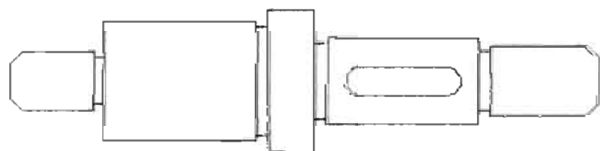

图 10-141
(10) 绘制两条连接圆弧的水平直线, 如图 10-141 所示。